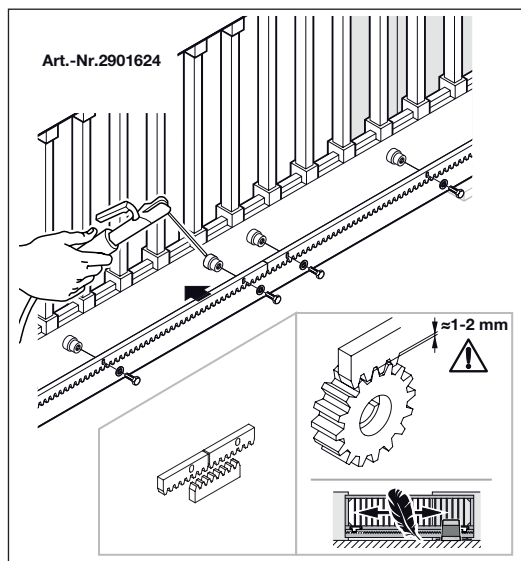

Bild 8 - Stahl-Zahnstange montieren
- Antrieb entriegeln, siehe Bild 8 - Antrieb entriegeln.
- Den Antrieb mittels der Höhenverstellerschrauben (H) so einstellen, dass zwischen Zahnstange und Ritzel ein Spiel von 1-2 mm entsteht. Dadurch wird vermieden, dass das Gewicht des Tores auf dem Antrieb lastet.